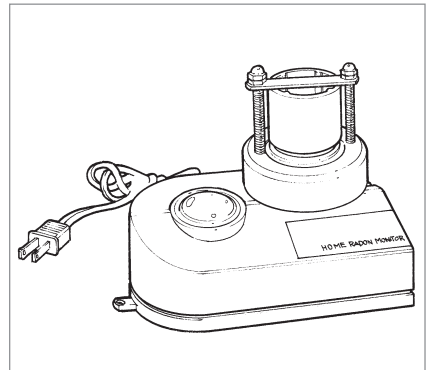

Figure 6 : Détecteur alpha de type actif
- **Détecteurs alpha de type actif** – Ce genre de détecteur ressemble au détecteur alpha de type passif. Toutefois, il est muni d'une petite pompe à air électrique qui permet de recueillir des mesures plus précises (voir la Figure 6). Les détecteurs alpha de type actif sont habituellement utilisés pour mesurer le radon pendant des périodes d'une semaine à deux mois environ. Les détecteurs alpha de type actif doivent être expédiés à un laboratoire pour fins d'analyse.